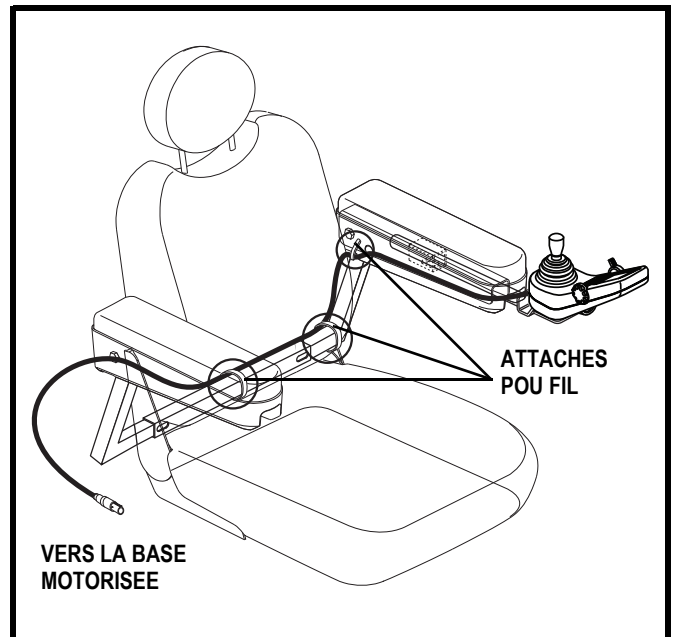

Figure 10. Câble sécurisé sur un siège Contour
6. Fixez le câble du contrôleur sous l'accoudoir avec des attaches pour fil. Voir la figure 10.
11. Fixez le câble du contrôleur sur l'accoudoir avec des attaches pour câble. **Voir la figure 10.**